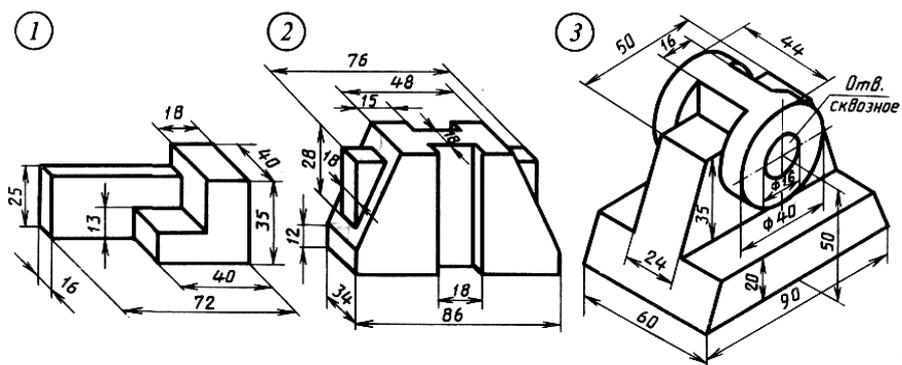

Рисунок 4 – Задание для вариантов 1, 2
1. Выбрать задание (рис.4) по своему варианту. Определить расположение видов, рационально разместив обе детали на формате А3;